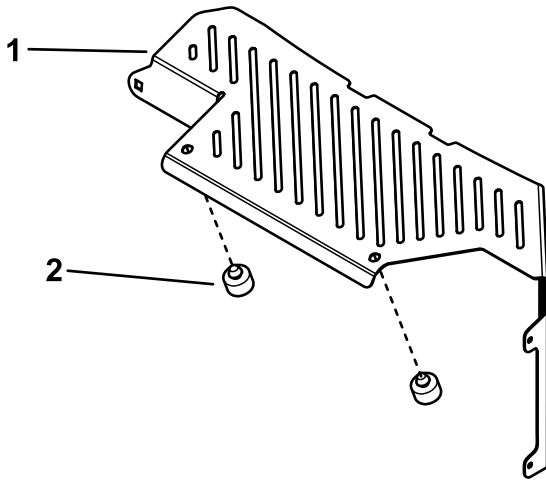

Figura 5
1. Instale los dos topes en el protector térmico (Figura 5).